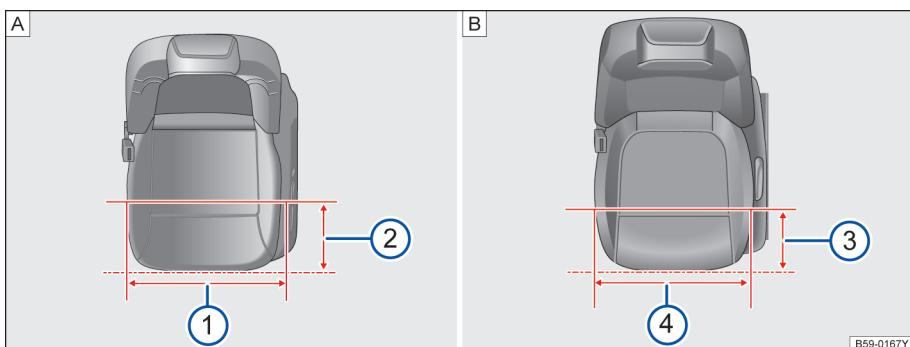

图 77 前排及第二排座椅座宽
如图→图 77[A]在距离前排座椅边缘 200mm
时→图 77[A]②, 前排座椅座垫宽度为
492mm→图 77[A]①。
如图→图 77[B]在距离第二排座椅边缘 200mm
时→图 77[B]③, 第二排座椅座垫宽度为
509mm→图 77[B]④。